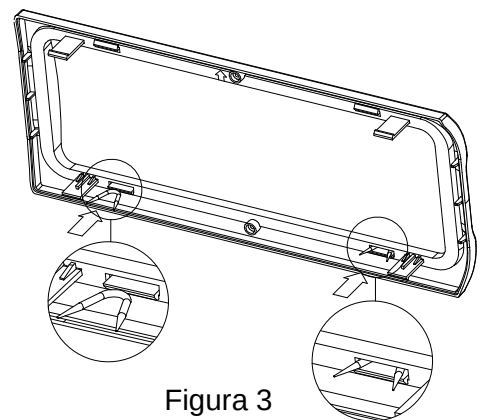

Figura 3
- Inserte los 2 bloques de goma provistos, como se ilustra en la *figura 3*, en los ganchos de retención con saliente inferior; cierre la tapa del dispositivo observando las flechas de alineación.
- Vuelve a montar la parte transparente de la tapa e inserte los 2 bloques de goma suministrados, como se ilustra en la *figura 3*, en los ganchos de retención con saliente inferior; cierre la tapa del dispositivo observando las flechas de alineación.